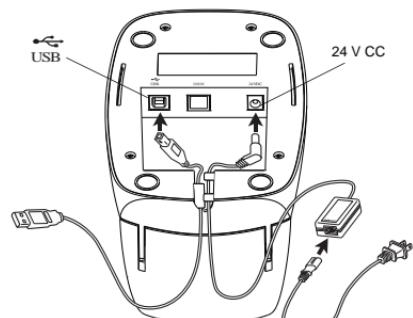

Figure 18
- 3 Branchez le cordon d'alimentation sur l'adaptateur secteur. Voir Figure 18.